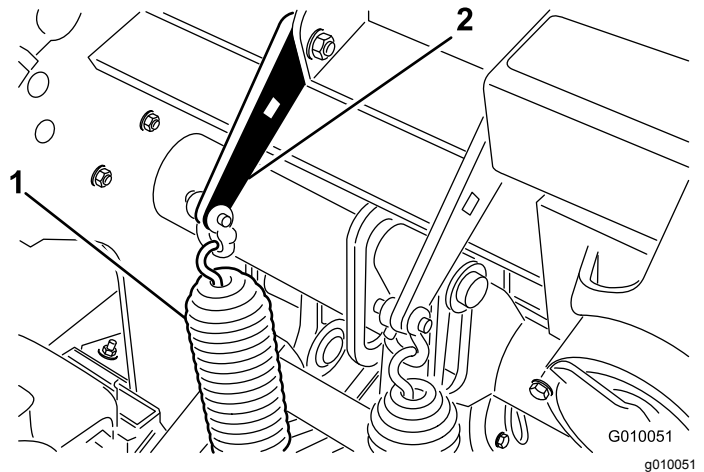

Bild 29
2. Lösen Sie die Muttern der Schlossschraube, mit denen die Federhalterungen am Aerifizierkopf befestigt sind (Bild 29). Nicht entfernen.